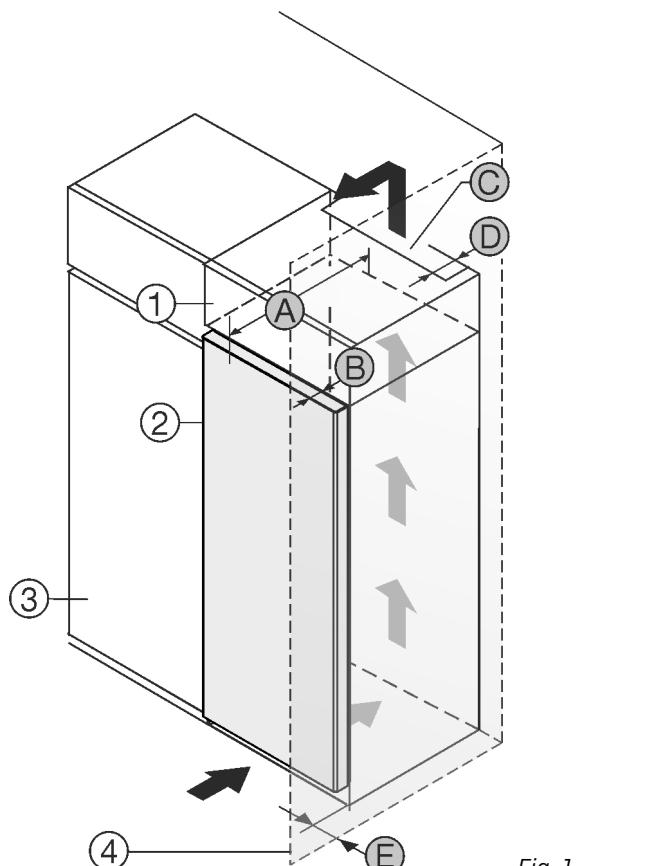

Fig. 1
Uređaj se može postaviti direktno uz kuhinjski element Fig. 1 (3).
Na stražnjoj strani visećeg ormara treba postojati otvor za odzračivanje dubine Fig. 1 (D) po cijeloj širini visećeg ormara. Ispod stropa prostorije treba poštovati ventilacijski presjek Fig. 1 (C).
Kada se uređaj postavlja s okovima pored zida Fig. 1 (4), razmak između uređaja i zida mora iznositi najmanje 13 mm.
Kada se uređaj postavlja s okovima pored zida Fig. 1 (4), razmak između uređaja i zida mora iznositi najmanje 20 mm.